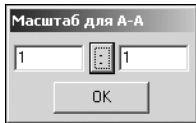

Рис. 2.11.
5. При включенной опции **Каждое сечение отрисовывать в новом виде** доступна опция **Задать масштаб видов с сечениями**. Если вы ее включите, то перед генерацией каждого сечения будет открываться окно, в котором потребуется указать масштаб изображения (рис. 2.11).